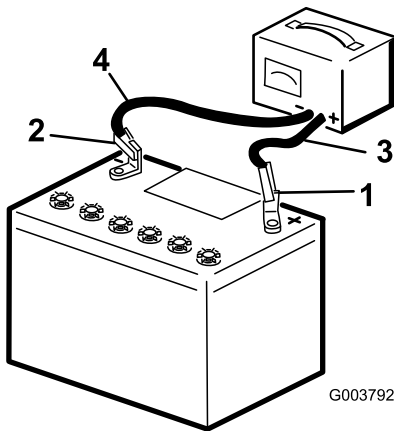

Figura 70
4. Conecte el cable positivo del cargador de la batería al borne positivo (Figura 70).
5. Conecte el cable negativo del cargador de la batería al borne negativo (Figura 70).
7. Cuando la batería esté completamente cargada, desconecte el cargador de la fuente de electricidad, luego desconecte los cables del cargador de los bornes de la batería (Figura 70).